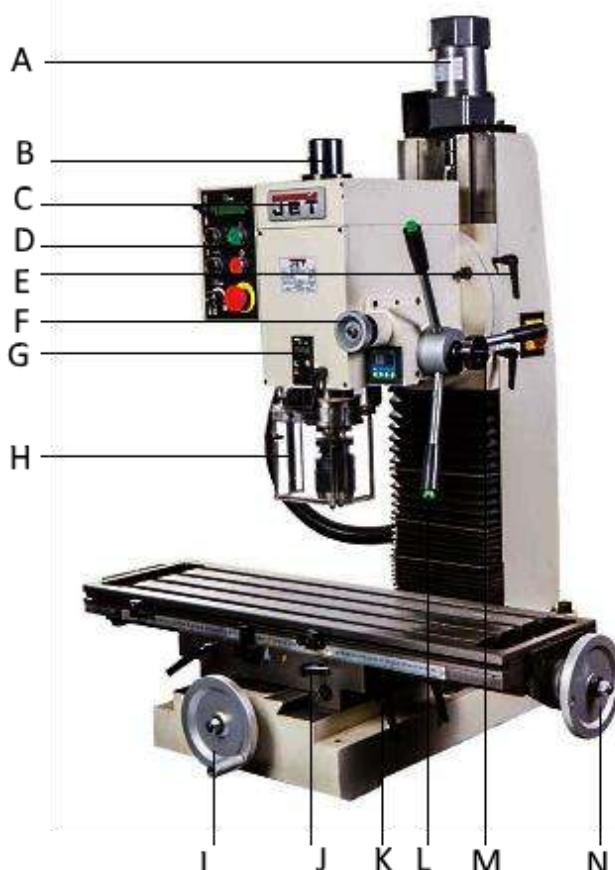
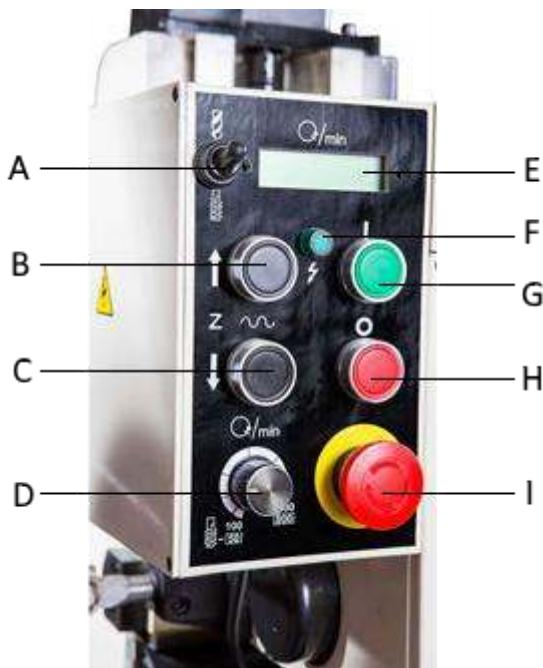

Рис.1
Рис.2
1. Вставьте штепсельную вилку в розетку, загорится индикатор сети (F, рис.2) Сбросьте аварийный переключатель (I, рис.2) путем поворачивания красной круглой головки по часовой стрелке.
2. Кнопками (В и С, рис.2) установите фрезерную головку на нужную высоту. Для установки точного положения необходимо пользоваться винтом микроподачи (F, рис.1). Винт микроподачи активен при затянутой ручке (M, рис.1). Положение выката пиноли отображается на устройстве цифровой индикации (G, рис.1).
3. Включите вращение шпинделя (G, рис.2). Скорость вращения шпинделя можно отрегулировать вращением ручки (D, рис.2). Скорость вращения шпинделя отображается на дисплее цифрового индикатора (E, рис.2)
4. Переключателем (A, рис.2) можно выбрать режим сверления или режим нарезания резьбы. В режиме нарезания резьбы можно менять направление вращение шпинделя нажатием на кнопки (I, рис.1), расположенные на ручках подачи пиноли. В режиме сверления кнопки неактивны.